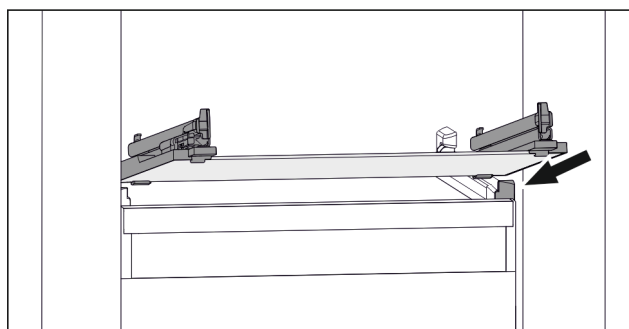

Fig. 167 Приблизне відображення скляної пластини
- Встановити скляну пластину за стопорами навскоси. (див. Fig. 167)